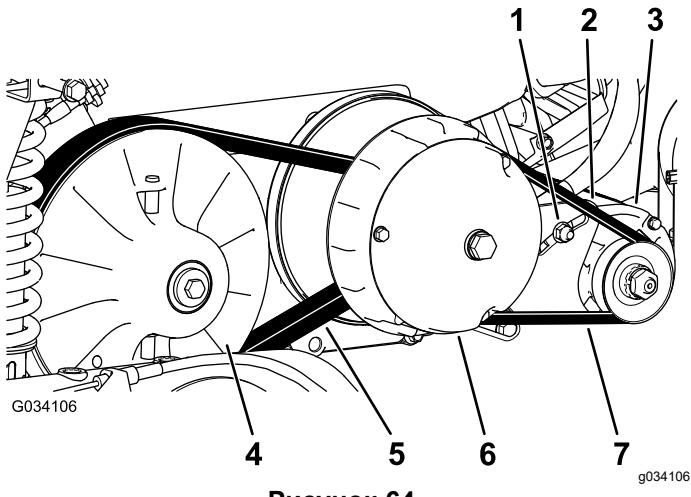

Рисунок 64
6. Проверните и осмотрите ремень (Рисунок 64) на наличие чрезмерного износа или повреждений.
3. Поверните и проложите ремень поверх вторичного сцепления (Рисунок 64).
4. Снимите ремень с главного сцепления (Рисунок 64).
5. Проложите новый ремень поверх главного сцепления (Рисунок 64).
6. Поверните и проложите ремень поверх вторичного сцепления (Рисунок 64).
2. Ослабьте затяжку регулировочной гайки стартера-генератора (Рисунок 64).
4. Нажав на монтировку вниз, поверните стартер вниз в пазу таким образом, чтобы натяжение ремня позволяло отклонять его только на 6 мм при воздействии усилия в 44 Н·м (Рисунок 64).
5. Затяните регулировочную гайку от руки и снимите монтировку (Рисунок 64).